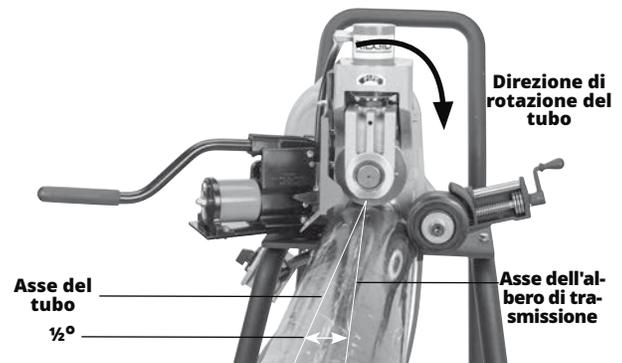

Figura 13 - Sfalsamento del tubo di $\frac{1}{2}^\circ$, (ingrandito)
7. Spostare leggermente il tubo e i rispettivi supporti di circa $\frac{1}{2}$ grado (circa 1" in più a 10 piedi dalla scanalatrice a rulli) verso l'operatore. Un allineamento corretto del tubo e della scanalatrice a rulli aiuta a garantire una corretta tracciatura del tubo durante la scanalatura (vedere Figura 13). Questo è lo sfalsamento corretto per la scanalatura e funziona con lo stabilizzatore.